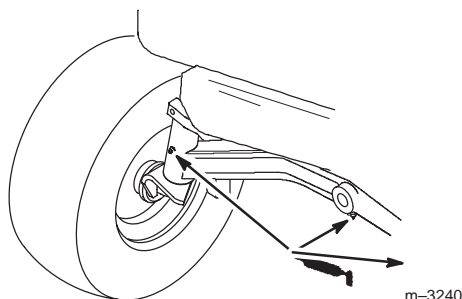

Bild 36
1. Fetten Sie die linken und rechten Spindeln, bis das Fett beginnt, aus den Lagern auszutreten (Bild 36).
2. Fetten Sie das Gelenk an der Vorderachse (Bild 36).